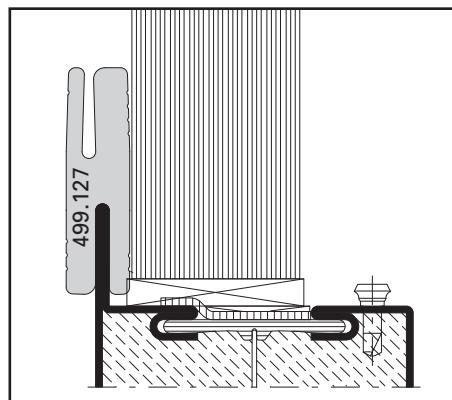

Abb. 22 / Fig. 22 / Fig. 22
- Positionner les pièces de distance 499.127 (8 à 12 pièces/vitre) fig. 22.